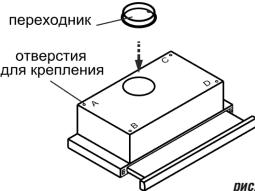
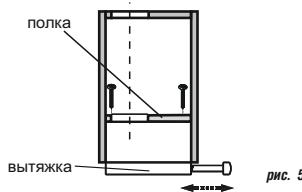

рис. 4
рис. 5
- 6.1 Установите пластиковый переходник и зафиксируйте его защелками (рис. 4).
6.3 Крепление кухонной вытяжки к верхней полке над плитой (рис. 4, рис. 5):
- снимите алюминиевый фильтр (рис. 4);